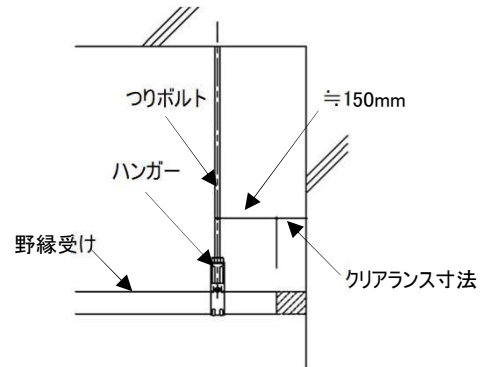

図 2-2 壁際クリアランス部分
- ・端部は壁際からあらかじめクリアランスをあけて施工するか、躯体まで伸ばした後切断する。(図2-2参照)